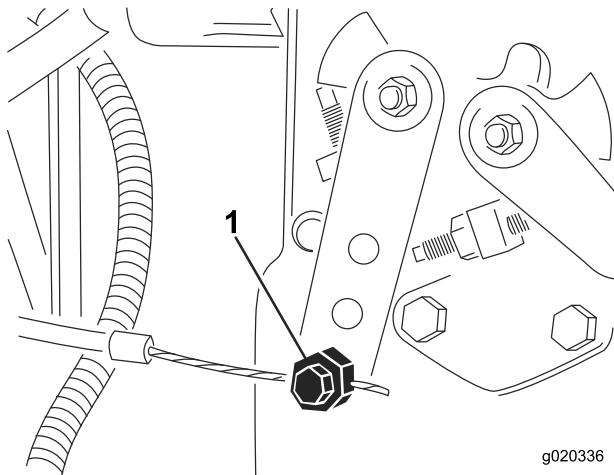

图 76
2. 上下按动弹簧的端部 (图 76)将其从支架上解开释放弹簧上的张力。